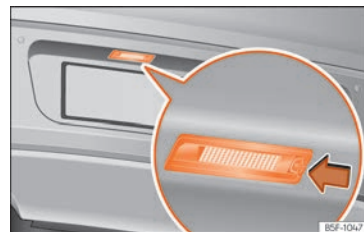

Abb. 69 Im Stoßfänger hinten: Kennzeichenleuchte.
- Drücken Sie die Nase an der Kennzeichenleuchte in Pfeilrichtung » **Abb. 69**.